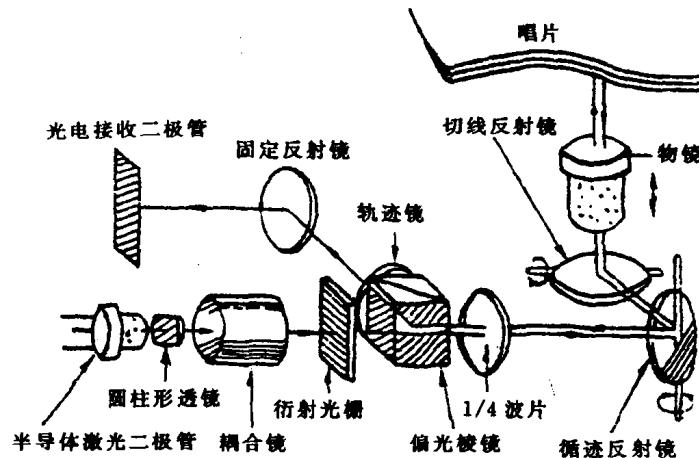

图 1—1—1 激光头原理
**分析与检查** 为了弄清激光管损坏的原因,首先要了解激光头原理。为此参见图 1—1—1,由图可见,激光头是由激光二极管、光学组件和光电接收二极管等组成。由于半导体激光二极管的谐振腔较短,产生的激光发散角较大,需由透镜准直成平行光,再射向衍射光栅。激光通过衍射光栅后发生衍射,使入射的激光束分裂成彼此以一定间隔分离的脉冲,其中中间的称为 0 级条纹的光束最明亮,它的传输沿着原光轴方向前进。除了 0 级衍射光束外,在其两侧尚有±1 级、±2 级……很多衍射光束,在拾音头中仅利用 0 级光束来读取 CD 唱片(也称碟片)上记录的信号和检出对焦伺服系统误差信号。由于衍射光栅和物镜的共同作用,使投射到 CD 唱片的激光束直径只有  $1\mu\text{m}$  左右。激光头中的  $1/4$  波片的作用是使激光束的偏振角度发生旋转,以保证经 CD 唱片反射后的激光通过偏光棱镜后射向光电接收二极管,而不返回激光二极管。